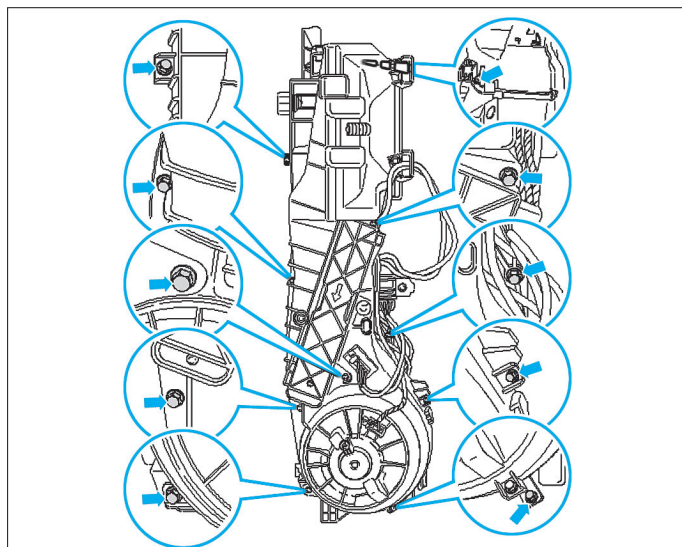

Fig. 11
- Désassembler le climatiseur et le boîtier évaporateur (Fig.11).